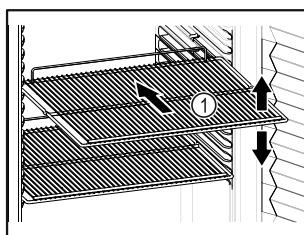

Fig. 18 Vejledende illustration
- Tilpas højden, når bæreristerne Fig. 18 (1) kan flyttes.